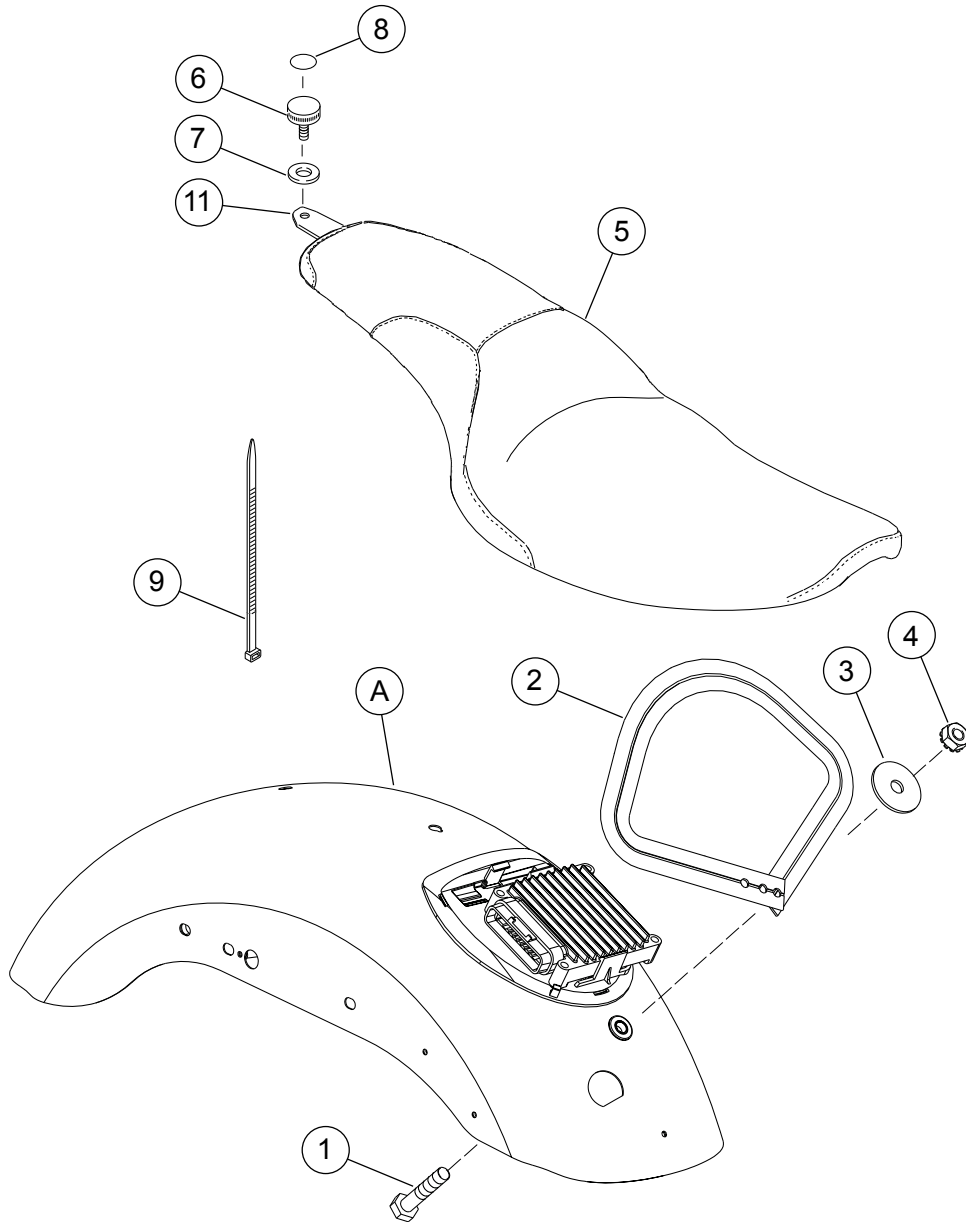

Figura 7. Peças de reposição: kits de assento personalizado XL 2-up
Veja a Figura 7 e a Tabela 3 para uma lista das peças de reposição.
1. Veja a Figura 7. Insira um parafuso (1) através do furo dianteiro, a partir do lado de dentro do pára-lama.
3. Veja a Figura 6. Monte a tira de apoio ( Figura 7, Item 2) no parafuso usando os furos apropriados para o kit de assento sendo instalado.
4. Veja a Figura 7. Instale a arruela (3) e a porca hexagonal (4) no parafuso (1). Regule o aperto para 4,1 a 6,8 N·m (36 a 60 lb·pol.).
1. Veja a Figura 7. Deslize a parte traseira do assento (5) através da tira de apoio (2).
3. Fixe o assento ao pára-lama (A) usando o botão recartilhado (6) e a arruela de neoprene (7) do kit.
4. Remova a parte traseira do adesivo do emblema Bar & Shield (8) e instale-o no recesso da face do botão.